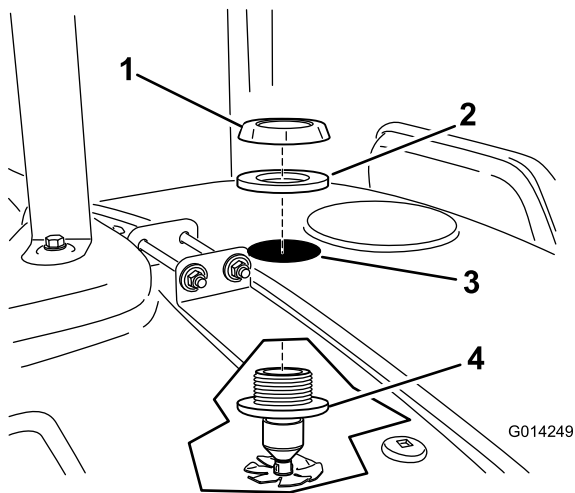

Figure 17
7. Posez la buse de rinçage vers le haut à travers le trou percé (Figure 17).
8. Posez le joint et l'écrou à embase en plastique sur les filets exposés de la traversée sur le haut de la cuve (Figure 17). Veillez à placer le joint correctement entre l'écrou en plastique et la surface de la cuve.